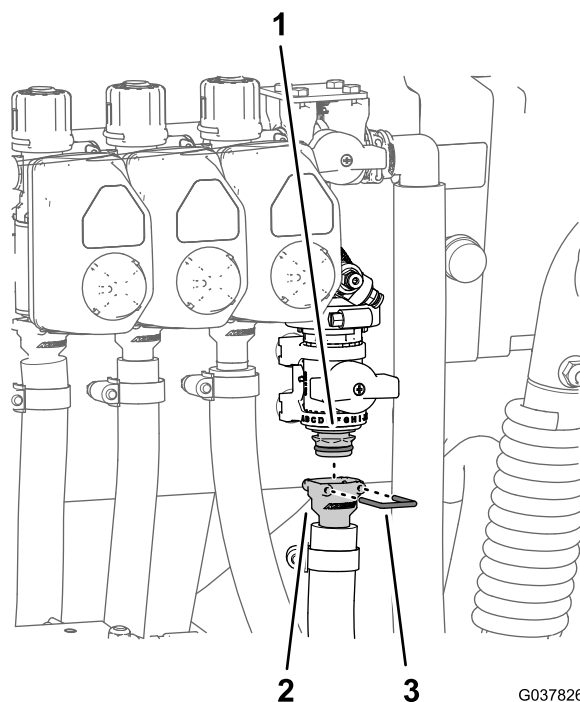

Bild 98
2. Befestigen Sie das gerade, gezahnte Anschlussstück des Schlauchs am Schnellkuppungsanschlussstück des Flanschabstellventils (Bild 98).
3. Befestigen Sie das gerade, gezahnte Anschlussstück und das Schnellkuppungsanschlussstück mit dem Halter, der dem Schnellkuppungsanschlussstück des Schlauchs beiliegt (Bild 98).